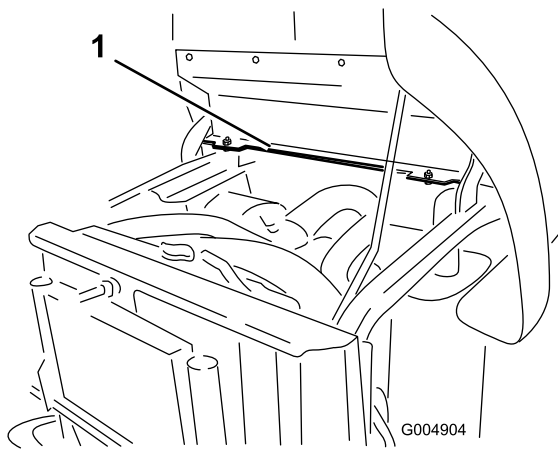

Bild 13
1. Ermitteln Sie die zwei Befestigungslöcher in der linken Seite der Hinterrahmenhalterung (Bild 13).